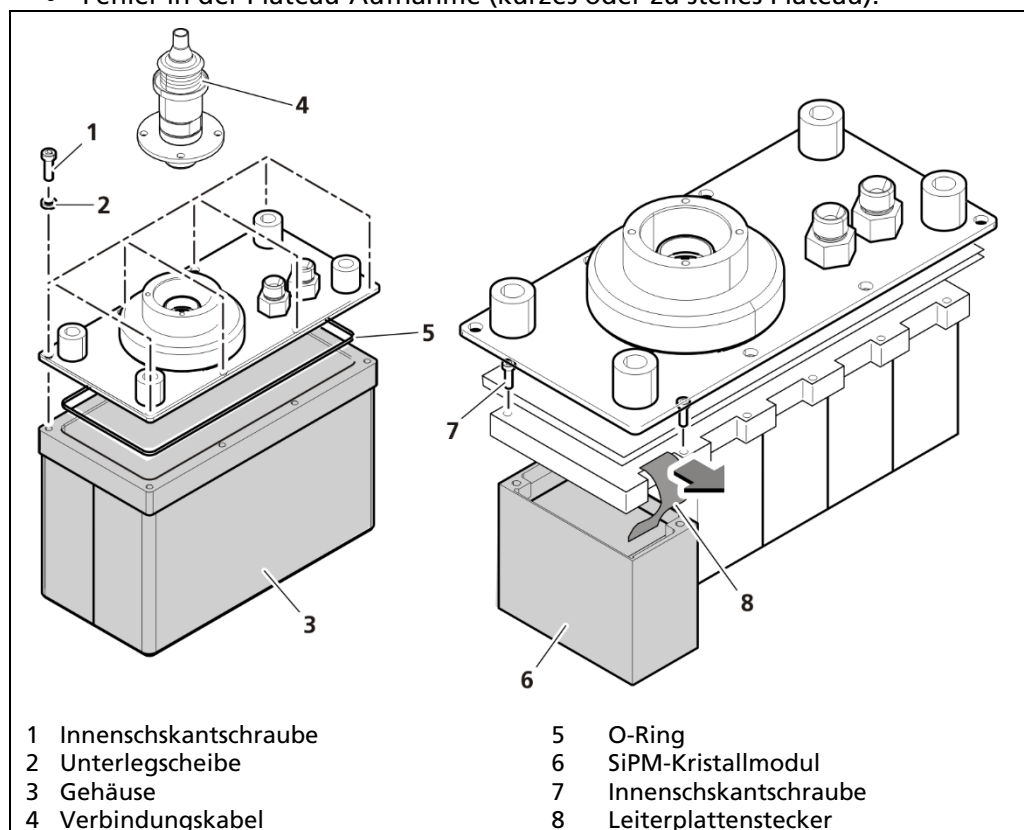

Abb. 32 SiPM-Kristallmodul ersetzen
1. Schalten Sie den Detektor CONGAUGE LB 6755 spannungsfrei, indem Sie den Stecker am Detektor abziehen. Entfernen Sie das Verbindungskabel (Abb. 32, Pos.4).
2. Lösen Sie die Innensechskantschrauben (Abb. 32, Pos.1) und entfernen Sie das Gehäuse (Abb. 32, Pos.3) und den O-Ring (Abb. 32, Pos.5).
3. Ziehen Sie den Leiterplattenstecker am elektronischen Teil ab (Abb. 32, Pos.8).
4. Lösen Sie die Innensechskantschrauben (Abb. 32, Pos.7) und entfernen Sie das SiPM-Kristallmodul (Abb. 32, Pos.6).
5. Ersetzen und schrauben Sie das SiPM-Kristallmodul (Abb. 32, Pos.7) und stecken Sie den Leiterplattenstecker (Abb. 32, Pos.8) ein.
6. Bringen Sie den O-Ring (Abb. 32, Pos.5) wieder an und verschrauben Sie das Gehäuse (Abb. 32, Pos.5).